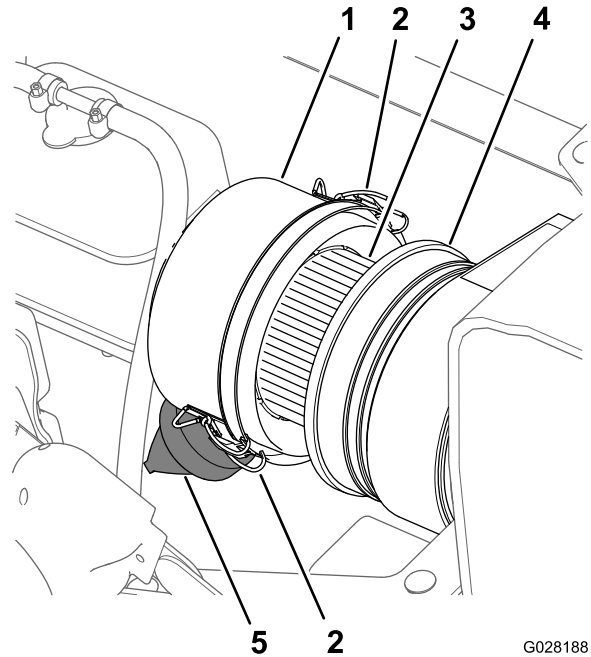
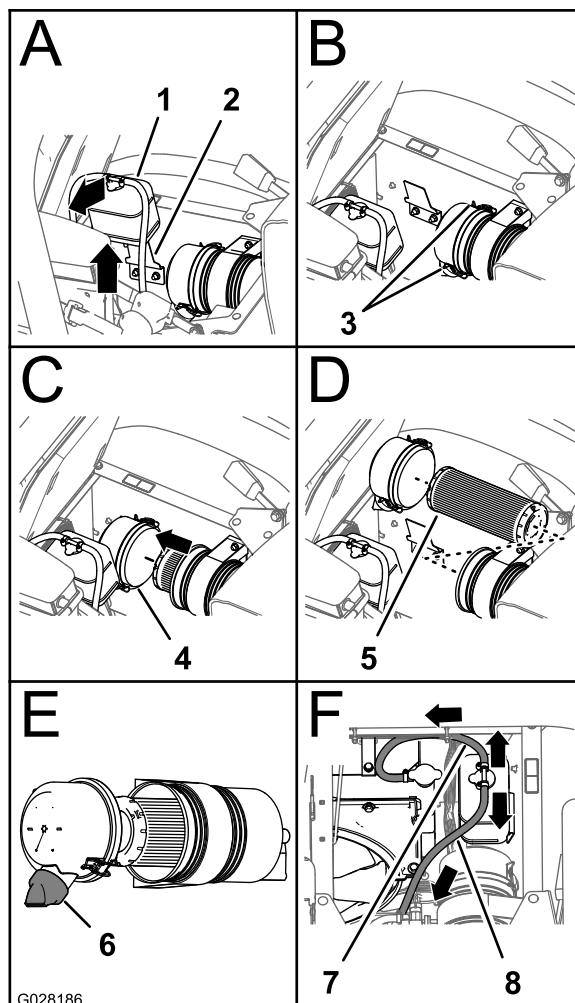

Figura 49
Figura 50
3. Limpe o tampão antipoeira e o corpo do filtro de ar (Figura 49).
4. Verifique se existe algum dano no corpo do filtro de ar que possa provocar uma fuga de ar (Figura 49).
5. Aperte a válvula do pó para a limpar de sujidade, pó e detritos (Figura 49).
7. Verifique se o elemento do filtro de ar tem acumulação excessiva de pó, sujeira e detritos (Figura 49).
8. Instale o tampão antipoeira no corpo do filtro de ar e fixe o tampão com os 2 trincos (Figura 49).
2. Limpe o tampão antipoeira e o corpo do filtro de ar (Figura 49).
3. Levante o depósito de expansão do líquido de refrigeração e retire-o do suporte do depósito (Figura 50).
4. Solte os 2 trincos que fixam o tampão antipoeira ao corpo do filtro de ar (Figura 50).
6. Limpe o interior do tampão antipoeira, do corpo do filtro de ar e da válvula antipoeira com um trapo húmido (Figura 49 e Figura 50).
7. Introduza o elemento do filtro de ar no corpo do filtro de ar (Figura 50).
8. Instale a cobertura no corpo do filtro de ar e fixe-a com os 2 trincos (Figura 50).
Nota: Certifique-se de que a válvula do pó está alinhada entre a posição das 5 e das 7 horas, quando vista da extremidade (Figura 50).
9. Alinhe o depósito de expansão do líquido de refrigeração com o suporte do depósito e posicione o depósito com firmeza (Figura 50).
Importante: Certifique-se de que a tubagem de descarga da pressão é encaminhada para fora e para baixo e a tubagem de ventilação do depósito é encaminhada para trás, conforme ilustrado na Figura 50.